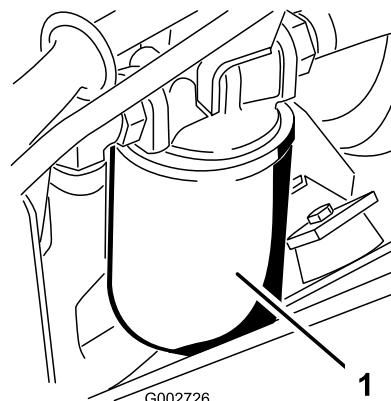

Figura 42
3. Coloque un recipiente debajo del filtro hidráulico, que está situado en el lado izquierdo de la máquina (Figura 42).